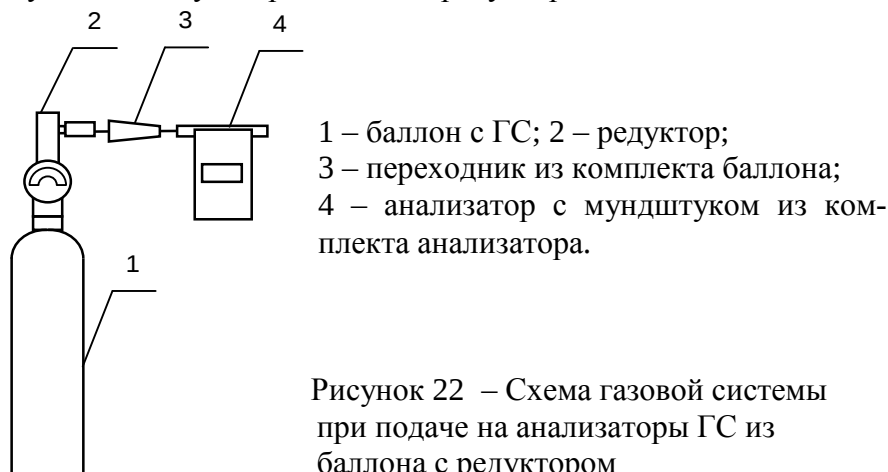

Рисунок 22 – Схема газовой системы при подаче на анализаторы ГС из баллона с редуктором
- подсоедините анализатор в газовую систему (рисунок 22);